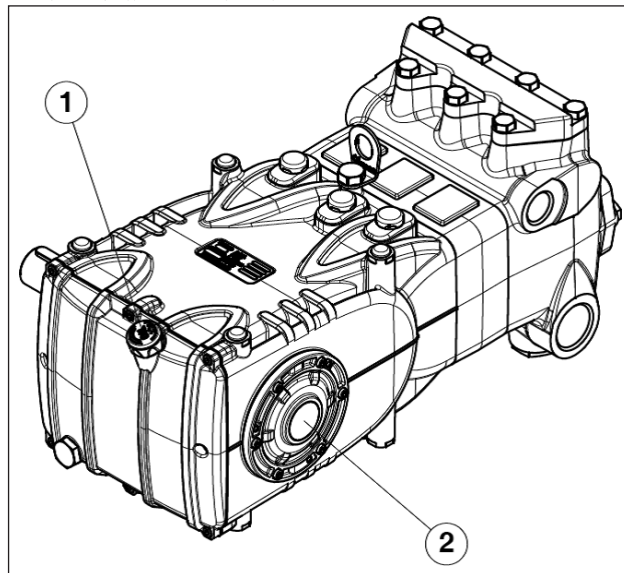

图13
- 通过专用液面杆(位置①, 图13)检查泵壳内的油面状况是否正常(位置②, 图13)。